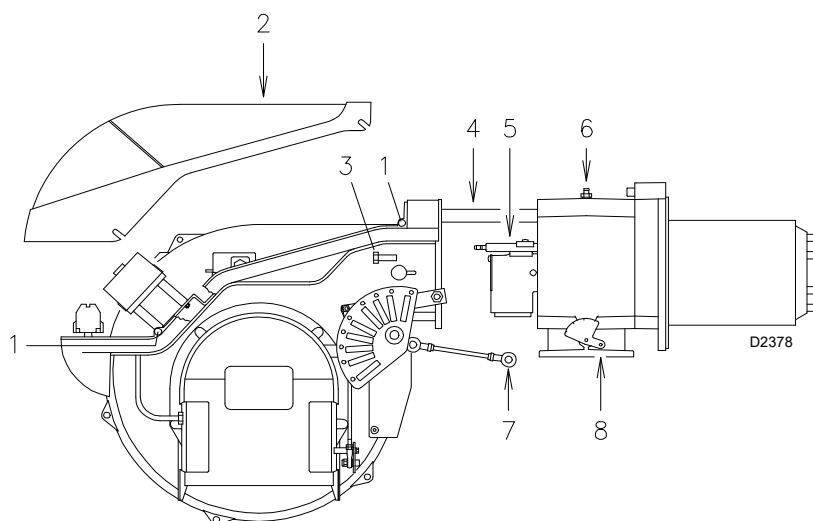

Fig. 38
- Aflojar los 4 tornillos 1)(Fig. 38) y quitar la tapa 2).
- Volver a introducir los tornillos 3)(Fig. 38) y tirar suavemente de los cables de sonda y electrodo hacia afuera, hasta tensarlos ligeramente.